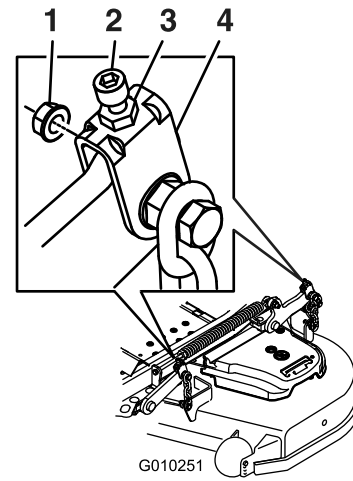

Figura 96
11. Para las carcasas de corte identificadas en Figura 96, gire la tuerca de ajuste del conjunto de elevación de la carcasa delantera para modificar la altura (Figura 96).